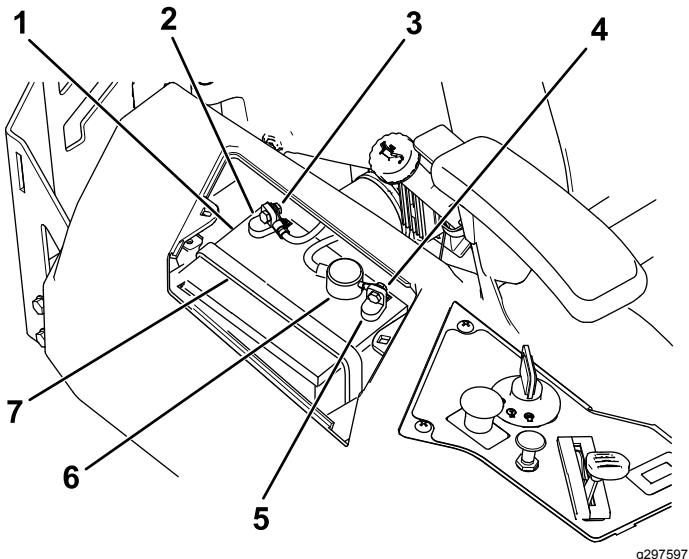

Figura 56
- 4. Desconecte el cable negativo de tierra (negro) del borne de la batería (Figura 56).
- 6. Desconecte el cable positivo (rojo) del borne de la batería (Figura 56).
- 7. Retire la correa de sujeción de la batería (Figura 56) y levante la batería para retirarla de su bandeja.
1. Coloque la batería en la bandeja (Figura 56).
5. Fije la batería con la correa de sujeción (Figura 56).